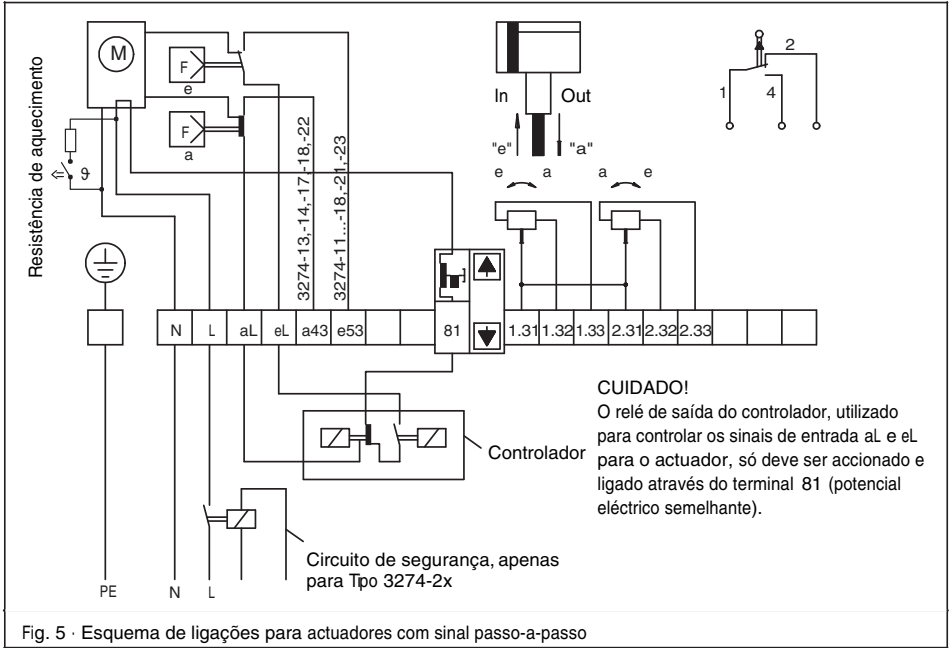

Fig. 5 - Esquema de ligações para actuadores com sinal passo-a-passo
- Retire a tampa lateral do actuador. Passe os cabos e ligue-os aos terminais. (ver Figs. 5 a 7 ou o esquema colado na tampa).
A placa com a secção electrónica do motor contém um grampo com um fusível, colocado num tubo de vidro de 5 x 20 mm, que é utilizado para proteger o actuador e os contactos do controlador externo, quando o actuador se encontra ligado como mostrado nas Figs. 5 a 7.